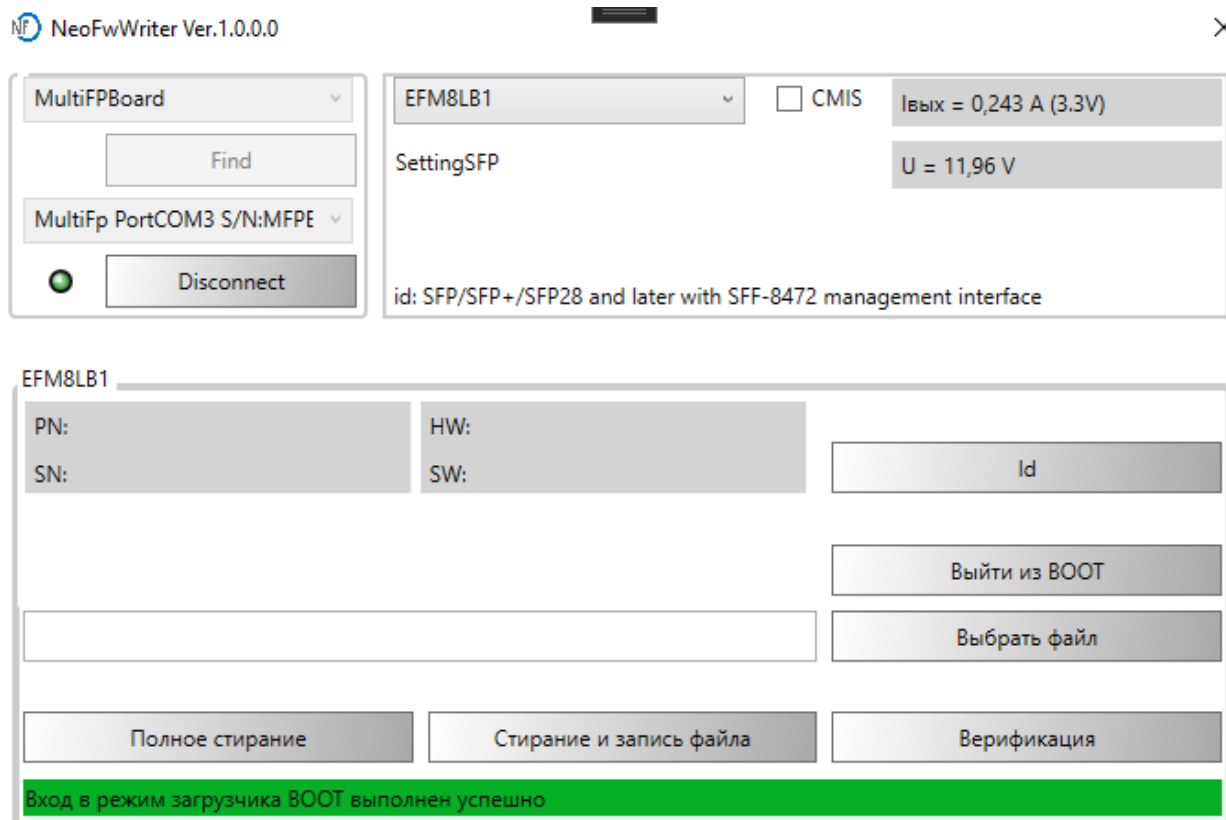

Рисунок 6. Вход в BOOT
3.3.1. Нажмите кнопку «Войти в BOOT» (Рисунок 6).